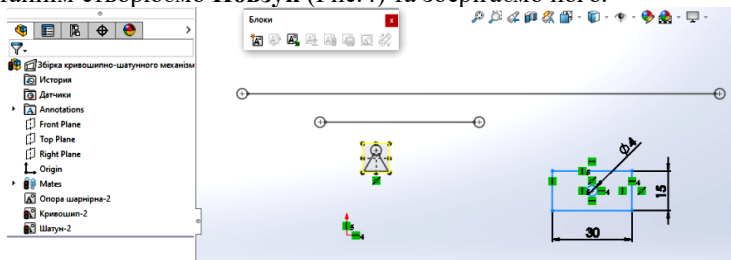

Рис.4. Побудова повзуна
4. У дереві побудови перейменовуємо **Блок1-1** у **Опору шарнірну** і натискаємо кнопку **Зберегти блок**. Аналогічно у тому ж середовищі створюємо решту блоків. Для швидкого створення шатуна можна скопіювати блок кривошипу, натиснути кнопку **Рознести блок**, після чого змінити довжину та створити новий блок з ім'ям **Шатун**. Останнім створюємо **Повзун** (Рис.4) та зберігаємо його.